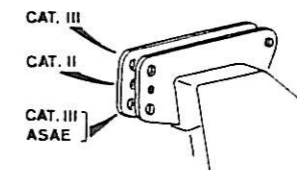

FIG 12
2. Utilisation catégorie III standard (voir fig. 12 & 13)
2. Kat. 3 - Standard (siehe Fig. 12 & 13)
2. Category III - Standard (see fig.12 & 13)